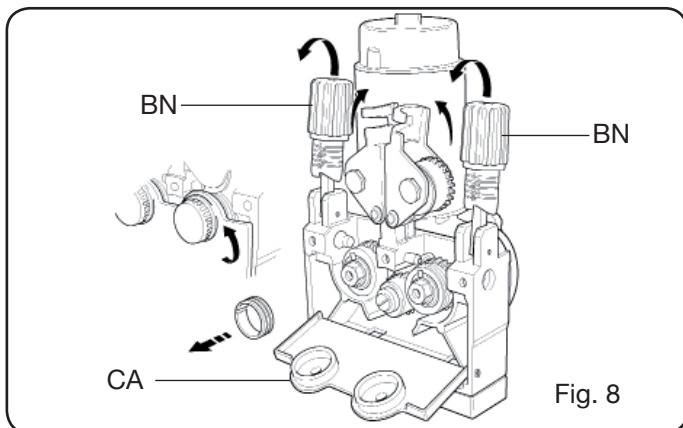

Fig. 8
- Controllare che la gola dei rulli corrisponda al diametro del filo utilizzato. Per la eventuale sostituzione operare come segue (Fig. 8):